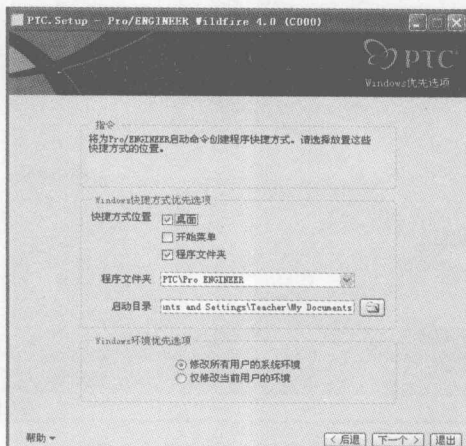

图 1-11 【Windows 优先选项】界面
STEP 10 在【FLEXnet 许可证服务器】界面单击 **下一个 >** 按钮，进入【Windows 优先选项】界面，如图 1-11 所示。